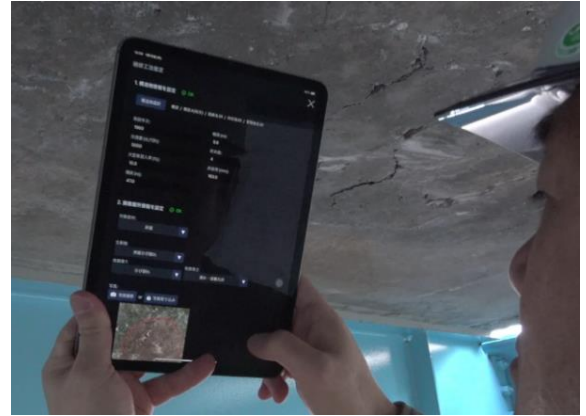

図1 AI診断士の診断スキーム
- 2) 写真から変状を判断する「画像 AI」に加え、写真に含まれる位置情報 (GPS 座標) や若干の構造物諸元データから診断を行う「データ AI」を搭載、画像 AI の診断結果を補完する (図 1 参照)。